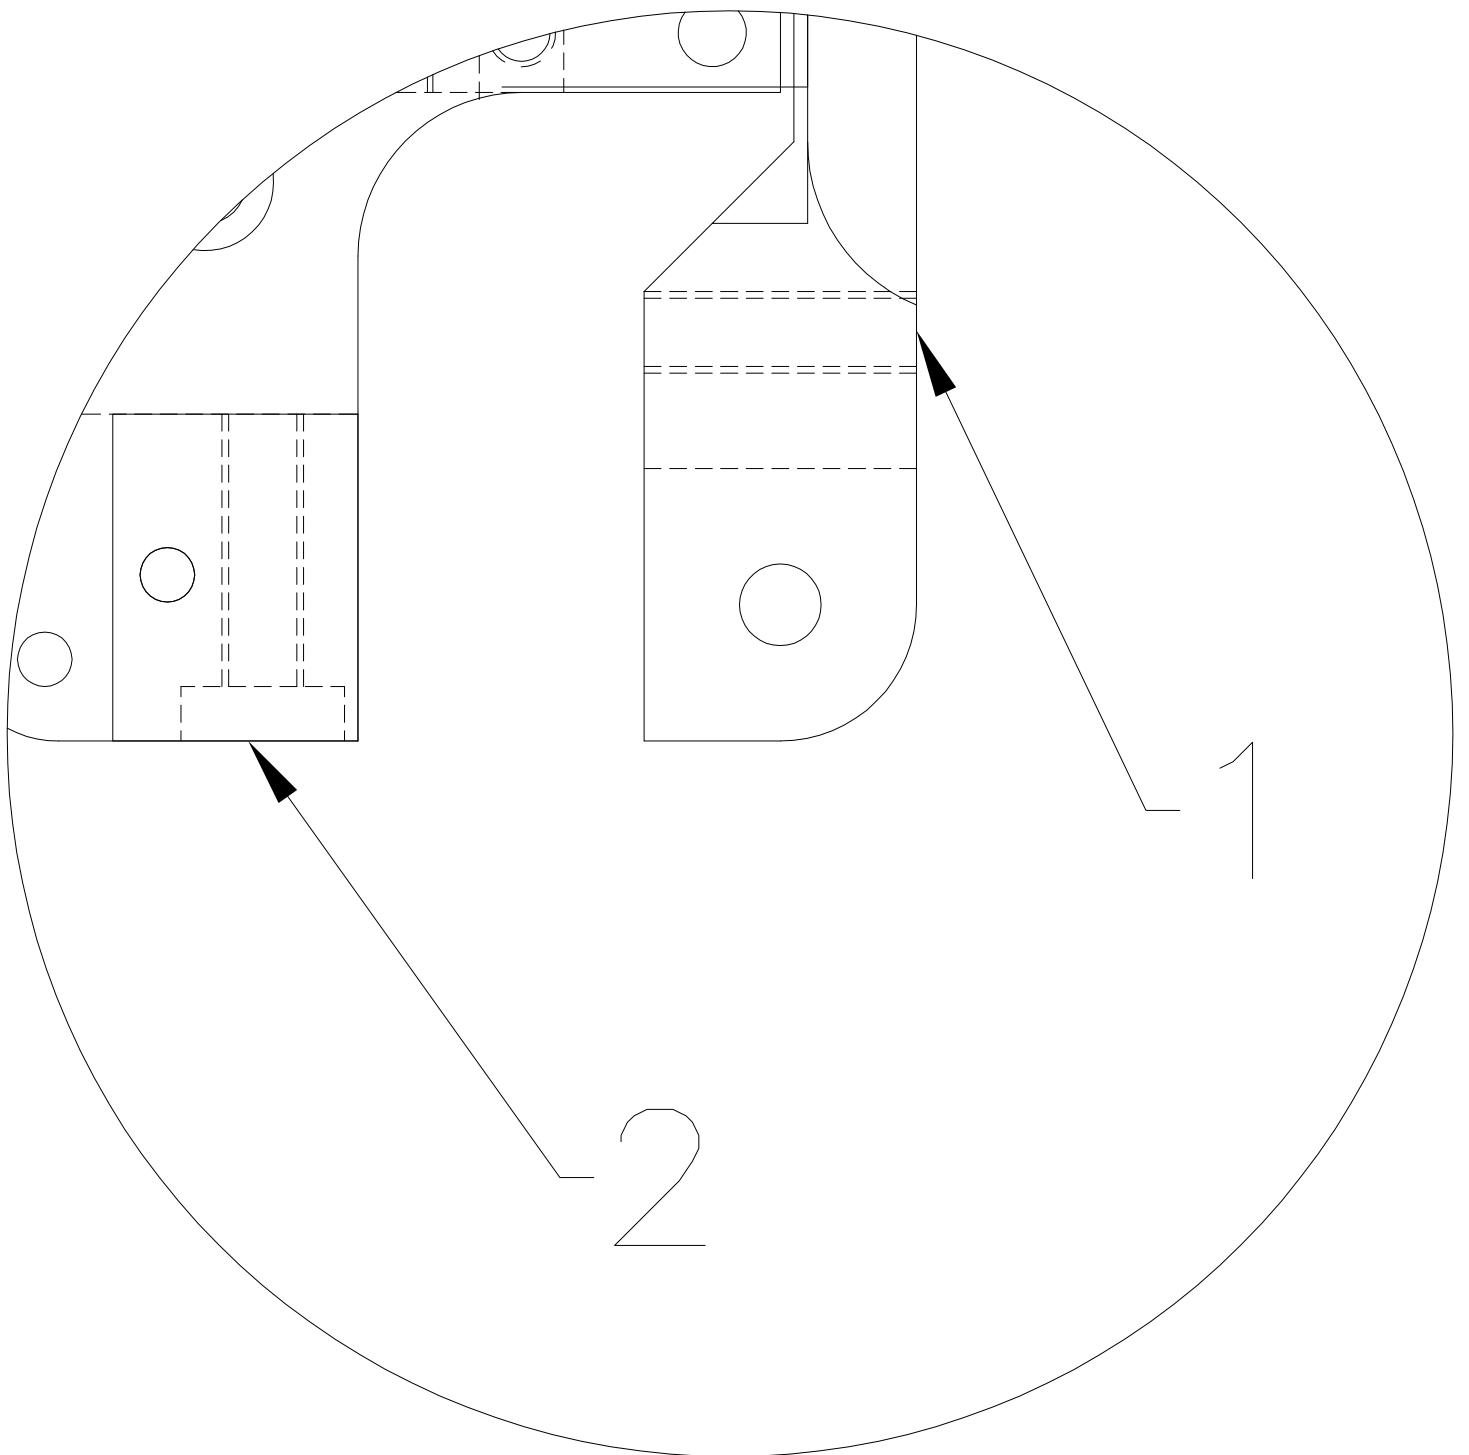

Fig. 2
1. Loading the pistol (*Fig. 2*)